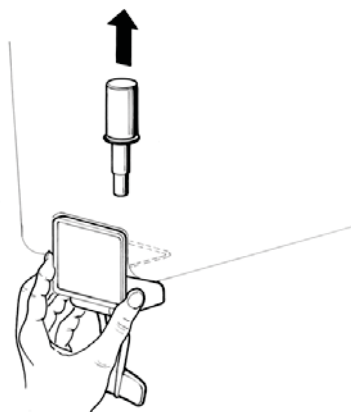

figura 4
- 6 **Grifo en acero inox por gravedad:** Sacar el pisón y desmontar la palanca mando grifo (ver figura 4).